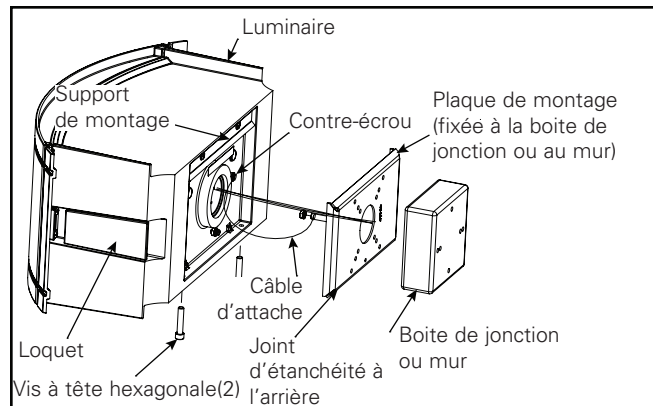

Figure 1.
1. Retirez la plaque de montage du luminaire en desserrant les deux (2) vis d'assemblage à six pans creux à l'aide d'une clé hexagonale de 5 mm (3/16 po) (Figure 1).